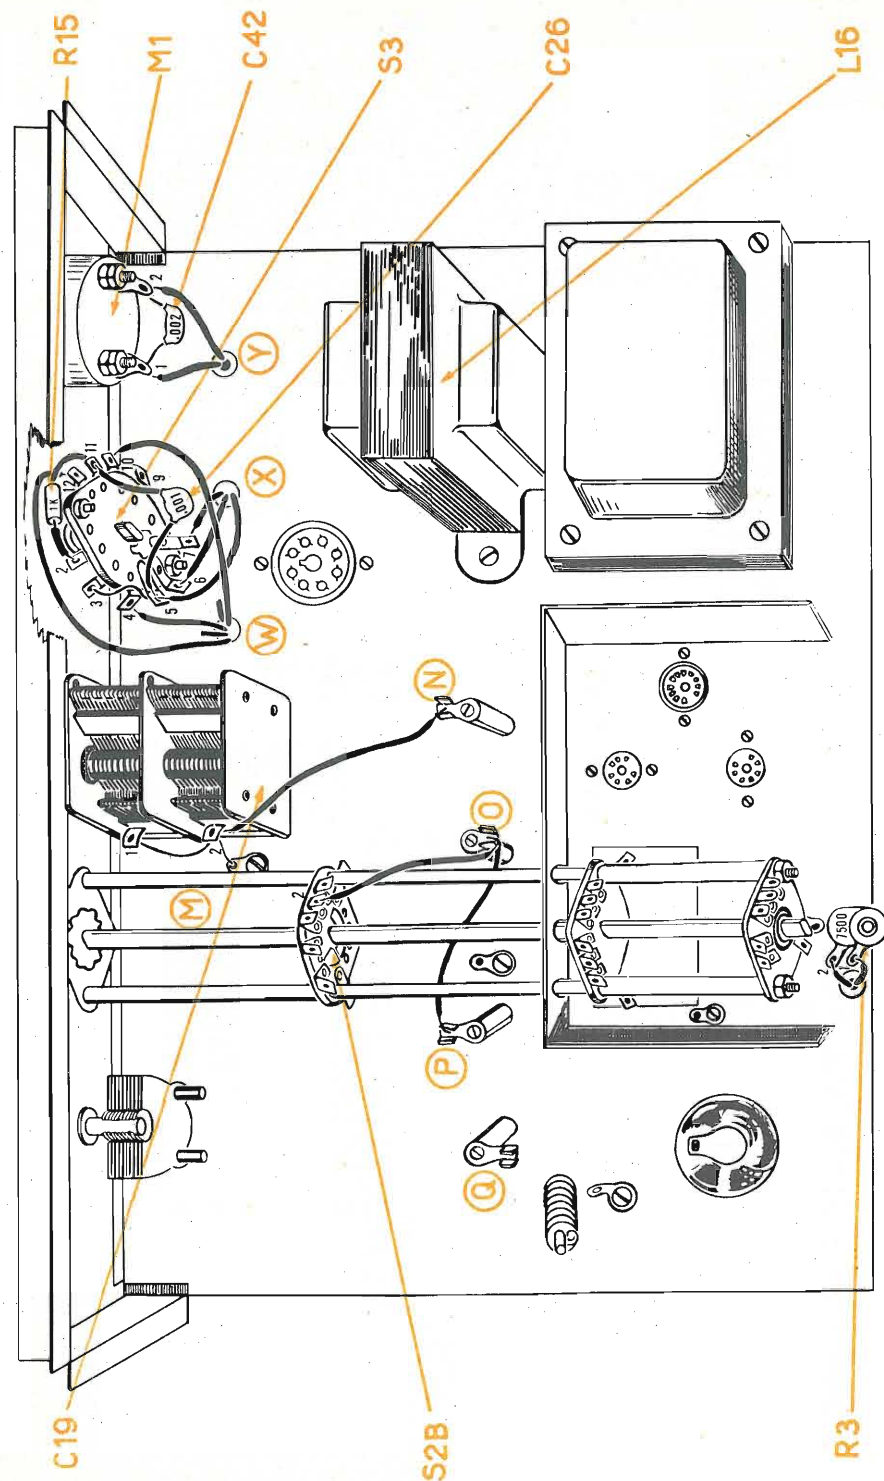

Fig. 3 - Precablaggio dello chassis.
- 7 - Sui 4 fori restanti fissare le quattro colonnine ceramiche da 2,5 cm. mediante viti da 8/32 inserite da sotto il telaio. Con 2 delle stesse bloccare, come da figura, altrettanti ferma cavimetallici. Non stringere eccessivamente le colonnine a scampo di frattura della ceramica. Sulle colonnine bloccare i capi-filo porta-bobine con viti da 8/32, come appare da fig. 2. La prima colonnina a sinistra porta due capi filo, l'uno in avanti, l'altro indietro, come a fig. 3.
#### Precablaggio dello chassis (fig. 3)